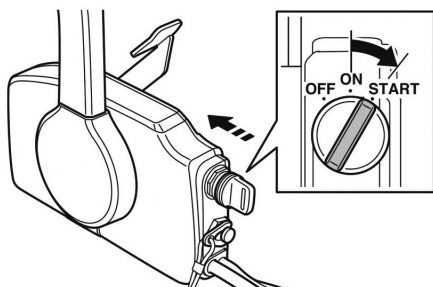

Рис. 34 Запуск холодного двигателя электрическим стартером
3. Удерживая ключ в нажатом положении, одновременно переведите ключ зажигания в положение START (Рис. 34). Электрический стартер начнет проворачивать коленчатый вал двигателя.